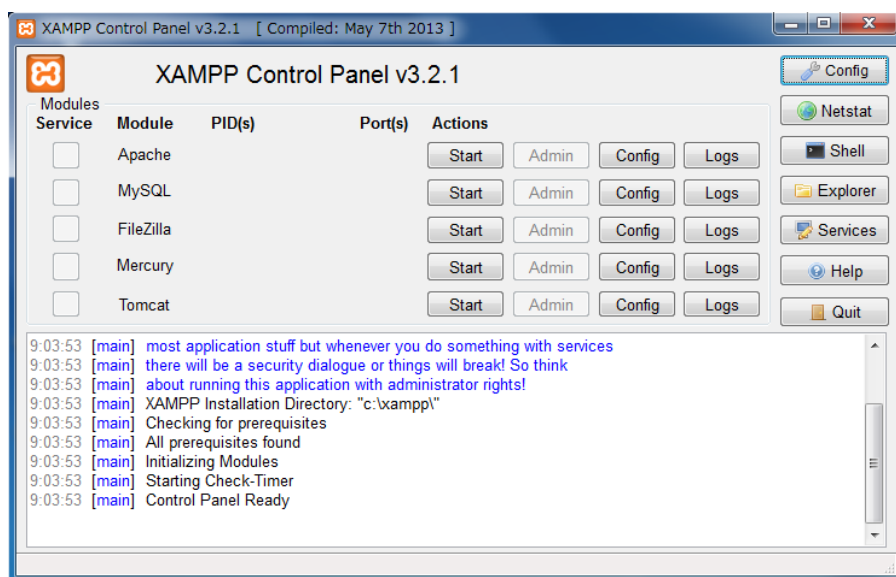

図 8 XAMPP Control Panel起動画面
2. [スタート]メニュー→[すべてのプログラム](または、[プログラム])→[XAMPP]から[XAMPP Control Panel]を選択します(図 8)。